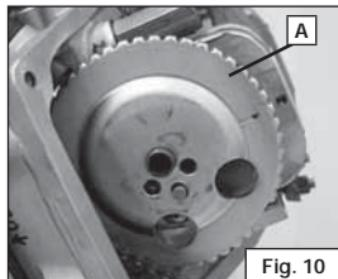

Fig. 10
- Smontare la ruota fonica (Fig. 10).
- Remove the phonic wheel (Fig. 10).
- Démontez la roue phonique (Fig. 10) .
**ATTENZIONE:** Nei veicoli prodotti dal 2007 privi di ruota fonica (**Fig. 10, part. A**) inserire il distanziale fornito nel kit tra albero a camme e corona dentata prima di procedere al montaggio della catena sulla corona stessa.
**ATTENTION:** In the vehicles manufactured from 2007 without phonic wheel (**Fig. 10, part. A**) insert the spacer supplied in the kit between camshaft and sprocket prior to proceeding with the chain assembly.
Dans les véhicules produits à partir du 2007 sans roue phonique (**Fig. 10, part. A**) interposez l'entretoise fourni dans le kit entre l' arbre à cames et la couronne dentée avant de procéder au montage de la chaîne.
- Montare la ruota fonica ed allineare i riferimenti sulla stessa e la testa (Fig. 10).
- Reassemble the phonic wheel aligning the timing mark with the head (Fig. 10).
- Monter la roue phonique en faisant correspondre les marques sur elle-même et sur la culasse (Fig. 10) .